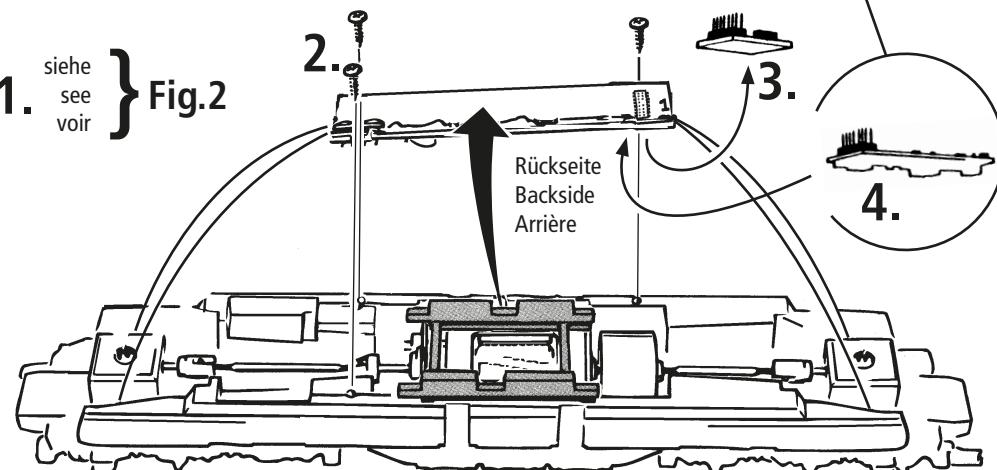

Fig. 4
**1. Reinigung der Radstromkontakte:** Radstromkontakte können auf unsauberen Schienen leicht verschmutzen. Entfernen Sie **vorsichtig** mit einem kleinen Pinsel **den Schmutz** an den in Fig. 4 gekennzeichneten Stellen.
**1. Cleaning of wheel contacts:** Wheel contacts easily get dirty on tracks which are not entirely clean. Use a small brush to **remove dirt** from spots marked in fig. 4.
**1. Nettoyage des lames de courant aux roues:** Les lames de contacts risquent de s'enclencher rapidement sur des voies poussiéreuses. Veuillez **enlever la poussière** aux endroits marqués à la fig. 4 à l'aide d'un petit pinceau souple.